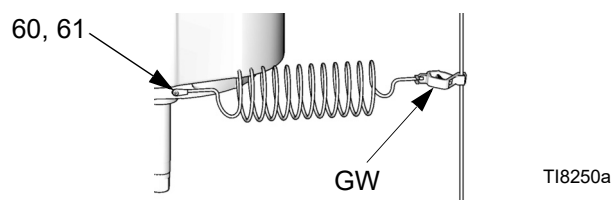

FIG. 2. Jordledning
Se FIG. 2. Bruk jordingsskruen (60) og låse-skiven (61) til å feste jordledning, delenr. 244524, (GW) på baksiden av luftmotoren. Stram skruen godt fast. Koble den andre enden av jordledningen til en god jordforbindelse.